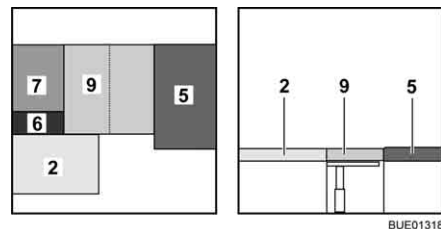

Fig. 144 Después de la transformación
- Desplegar el cojín adicional (Fig. 144,9) y colocarlo en la mesa.